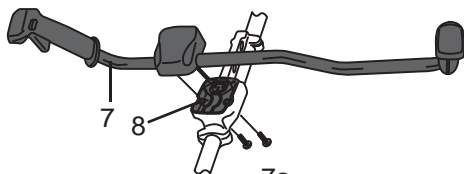

Fig.1
- > Alignez la poignée choisie [7 ou 17] avec le support [8] situé sur la partie supérieure du tube [5] (Fig.1,2).